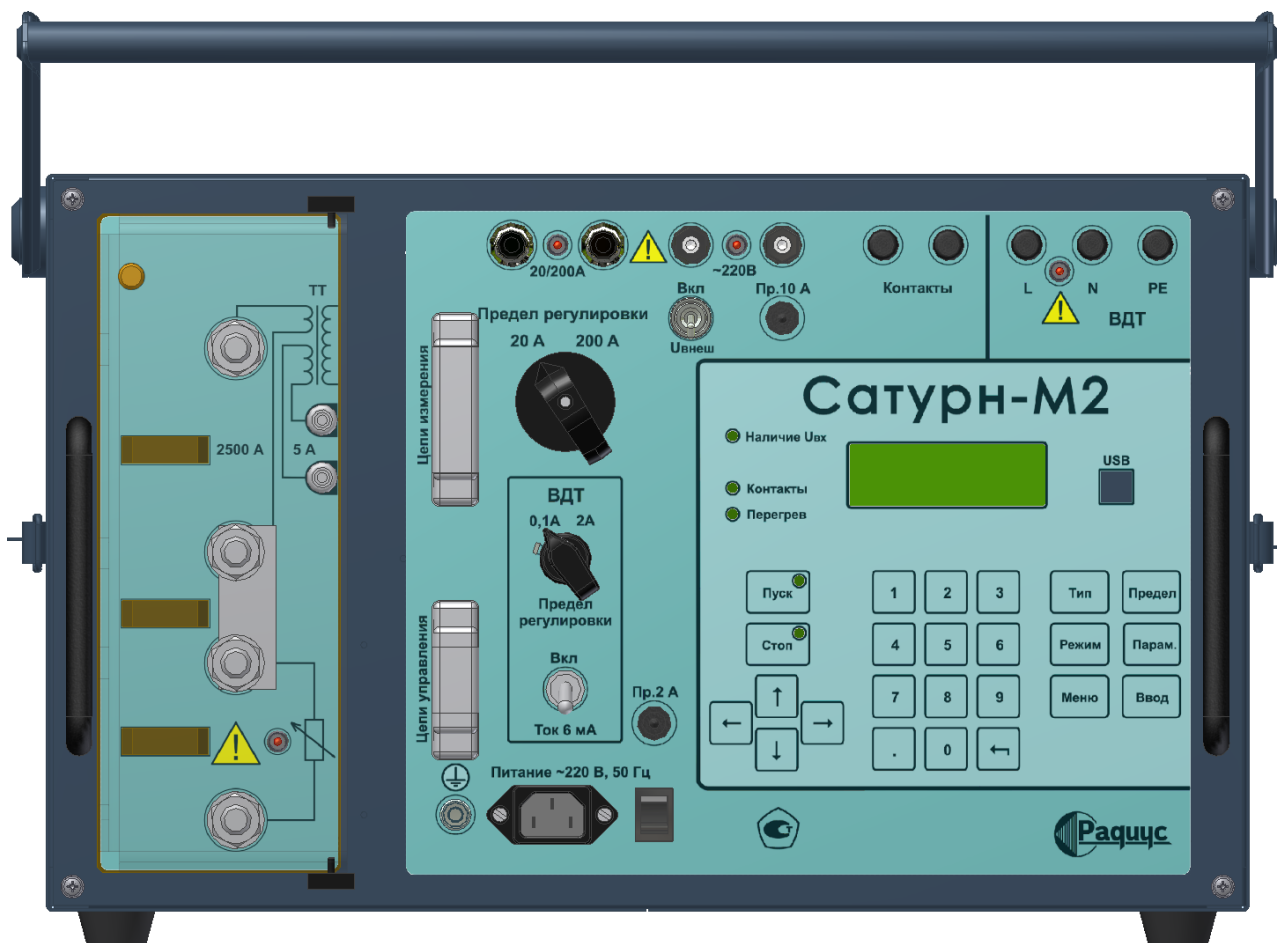

Рисунок 1 – Панель управления блока «Сатурн-М2»
6.2.1 К органам управления блока «Сатурн-М2» относятся набор переключателей и клавиатура (рис. 1). Переключатели и кнопки клавиатуры разбиты на группы для управления работой всего устройства, а также работой отдельных каналов.